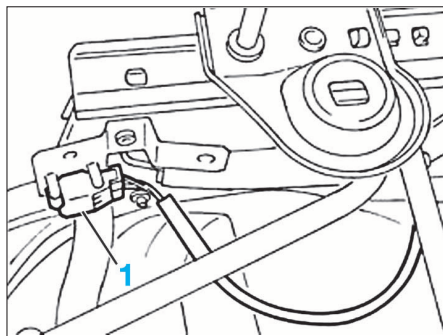

FIG. 12
• Débrancher le connecteur (1) situé sous le siège (Fig.12).